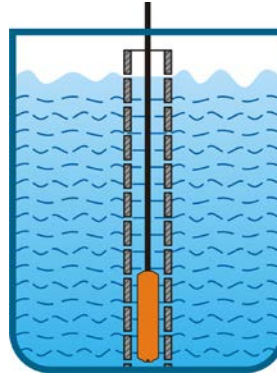

Рис.2 Использование перфорированной трубы для компенсации погрешности, вызванной волнением жидкости.
11.3. В случае, если в резервуаре присутствует волнение жидкости, для повышения точности рекомендуется помещать датчик в защитный дренированный объем (Рис.2).